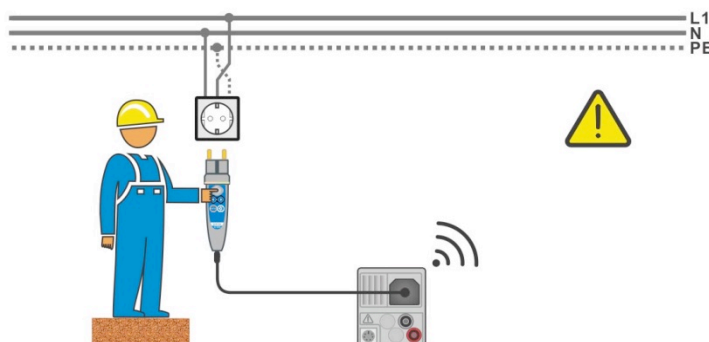
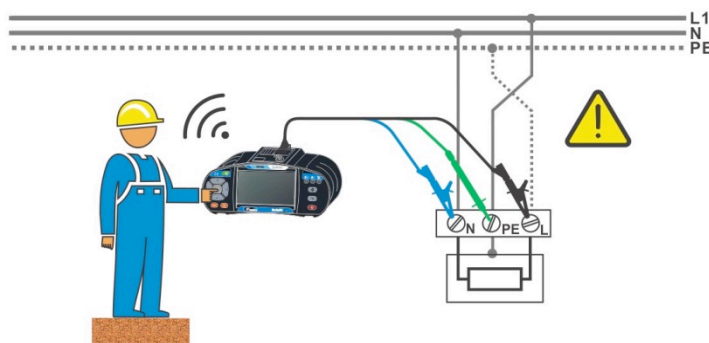

Рисунок 1.1: Перепутаны провода фазы и защитного заземления (L и PE) (щуп-вилка типа plug commander)
Рисунок 1.2: Перепутаны проводники фазы и защитного заземления (L и PE) (подключение 3-проводного измерительного кабеля)
- Подключите измерительные провода к испытываемому объекту, см. **Рисунок 1.1: Перепутаны провода фазы и защитного заземления (L и PE) (щуп-вилка типа plug commander)** и **Рисунок 1.2: Перепутаны проводники фазы и защитного заземления (L и PE) (подключение 3-проводного измерительного кабеля)**.